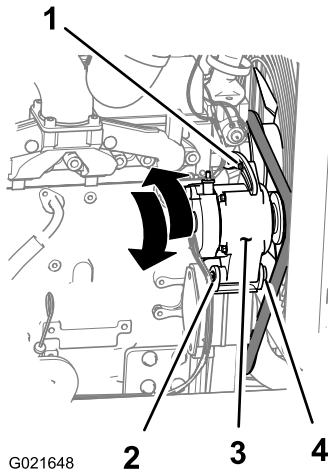

Figura 118
3. Afloje la tuerca y el perno del punto de pivote para el alternador (Figura 118).
4. Afloje el perno de ajuste del alternador (Figura 118).
5. Separe el alternador del motor para incrementar la tensión de la correa; acerque el alternador al motor para disminuir la tensión de la correa (Figura 118).
6. Apriete el perno de ajuste del alternador (Figura 118).
8. Si la tensión de la correa es correcta, apriete el perno y la tuerca en el punto de pivote del alternador (Figura 118); si no, repita los pasos 4 a 7.